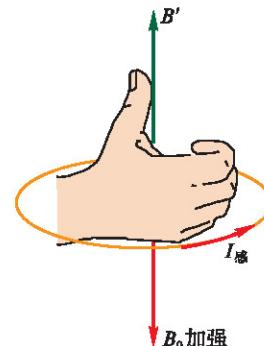

图1-4-5 感应电流方向的判定
4. 用安培定则（图1-4-5）判断能够形成上述磁场 B' 的感应电流的方向.